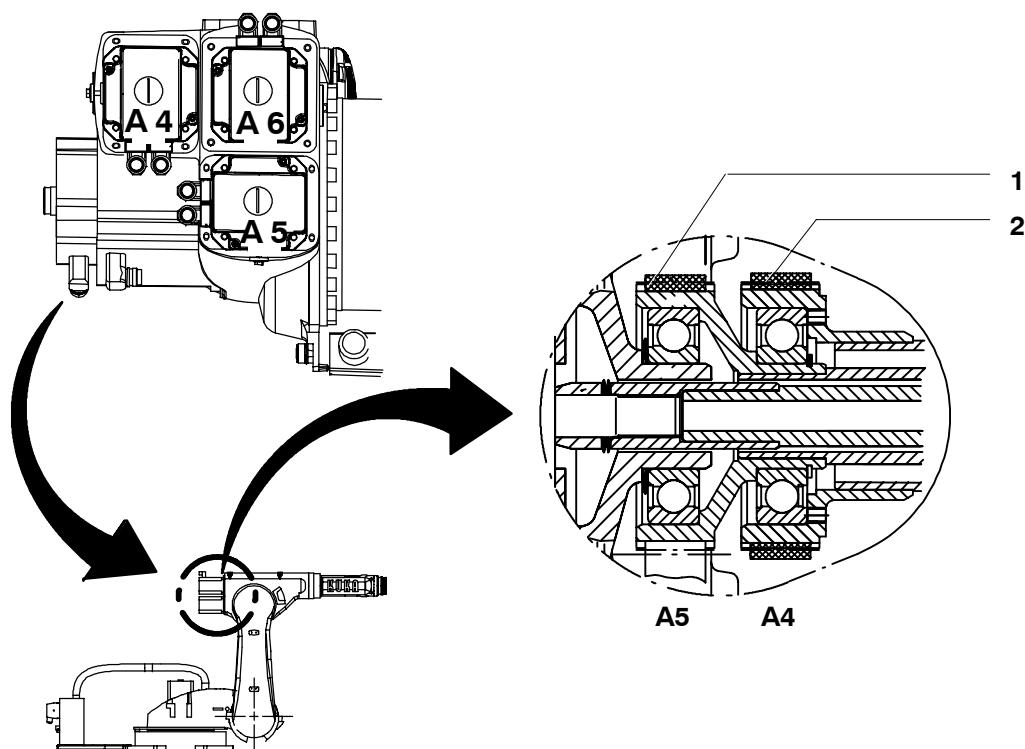

Fig. 118 Courroie dentée axe 4, 5
- (1) Démontez les entraînements des axes du pignon A4, A5 et A6 (Fig. 118) (voir les paragraphes 12.6.4, 12.6.5 et 12.6.6).
- (2) Enlever les courroies dentées (1) et (2).
- (1) Mettre les courroies dentées (Fig. 118/1) et (2) en place.